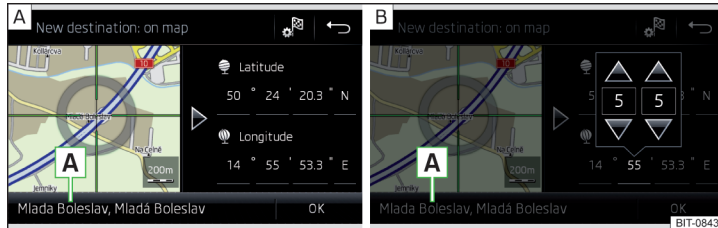

Abb. 160 Ziel eingeben: über den Kartenpunkt / mithilfe von GPS-Koordinaten
- › Durch Bildschirmberührung das gewünschte Ziel in das Fadenkreuz verschieben » Abb. 160 - A.
- › Die Werte der GPS-Koordinate nacheinander antippen und einstellen » Abb. 160 - B.
Sind in den Navigationsdaten des Infotainments Informationen zum eingegebenen Punkt verfügbar, dann werden diese statt der GPS-Koordinaten angezeigt (bspw. Adresse **A**) » Abb. 160.